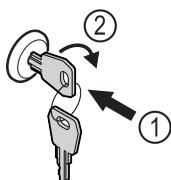

Fig. 131 Ilustratīvs attēlojums
- Iespiediet atslēgu Fig. 131 (1).
- Grieziet atslēgu par 90° pulksteņrādītāja virzienā Fig. 131 (2).